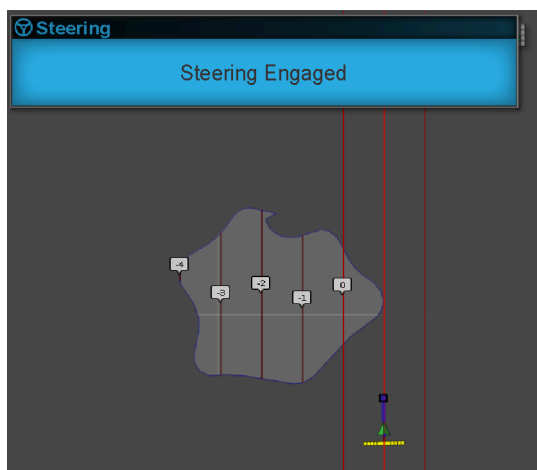

Bild 35
- LENKUNG AKTIVIERT: Ein visueller Alarm wird angezeigt, wenn die Lenkhilfefunktion aktiviert wird (Bild 35).